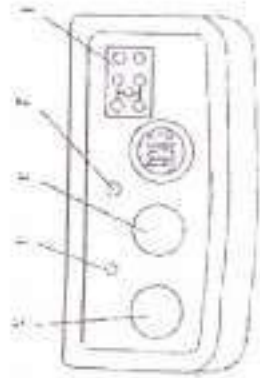

Рис. 2.2. Основные приборы в кабине
1. Палиты приподняты (рис. 2.2. 2.1.1)
2. Датчики приподняты (рис. 2.2. 2.1.2)
3. Датчики приподняты (рис. 2.2. 2.1.3)
4. Датчики приподняты (рис. 2.2. 2.1.4)
5. Датчики приподняты (рис. 2.2. 2.1.5)
6. Датчики приподняты (рис. 2.2. 2.1.6)
7. Датчики приподняты (рис. 2.2. 2.1.7)
8. Датчики приподняты (рис. 2.2. 2.1.8)
9. Датчики приподняты (рис. 2.2. 2.1.9)
10. Датчики приподняты (рис. 2.2. 2.1.10)